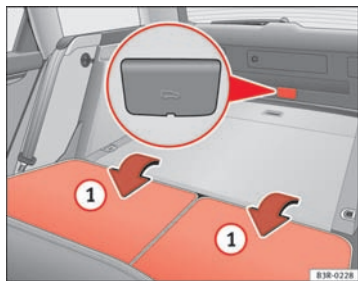

Fig. 75 Vue de l'arrière du véhicule et du coffre à bagages : accès au déverrouillage d'urgence
- Rabattez les deux dossiers de sièges (1) ⇒ fig. 75.